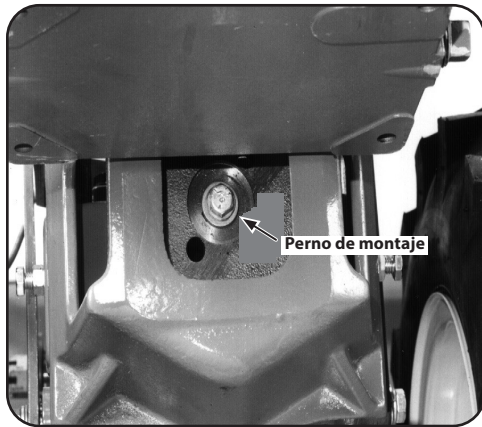

Figura 5-1
- Si la arandela que está detrás de la cabeza del perno está floja, es necesario ajustar el perno. Para hacerlo, primero inserte un punzón o un destornillador grueso en el orificio que está junto al perno y haga palanca con la herramienta contra el costado del soporte de montaje del motor. De este modo se inmoviliza la polea mientras ajusta el perno. Consulte la Figura 5-1.